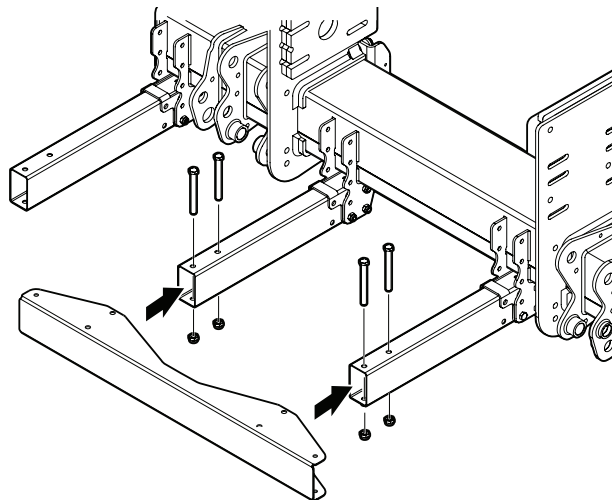

Abb.51. Montage des inneren Blechprofils
2. Das mittlere Blechprofil mit den 4 Schrauben M12x110 an den Halterungen montieren. siehe Abb.51.